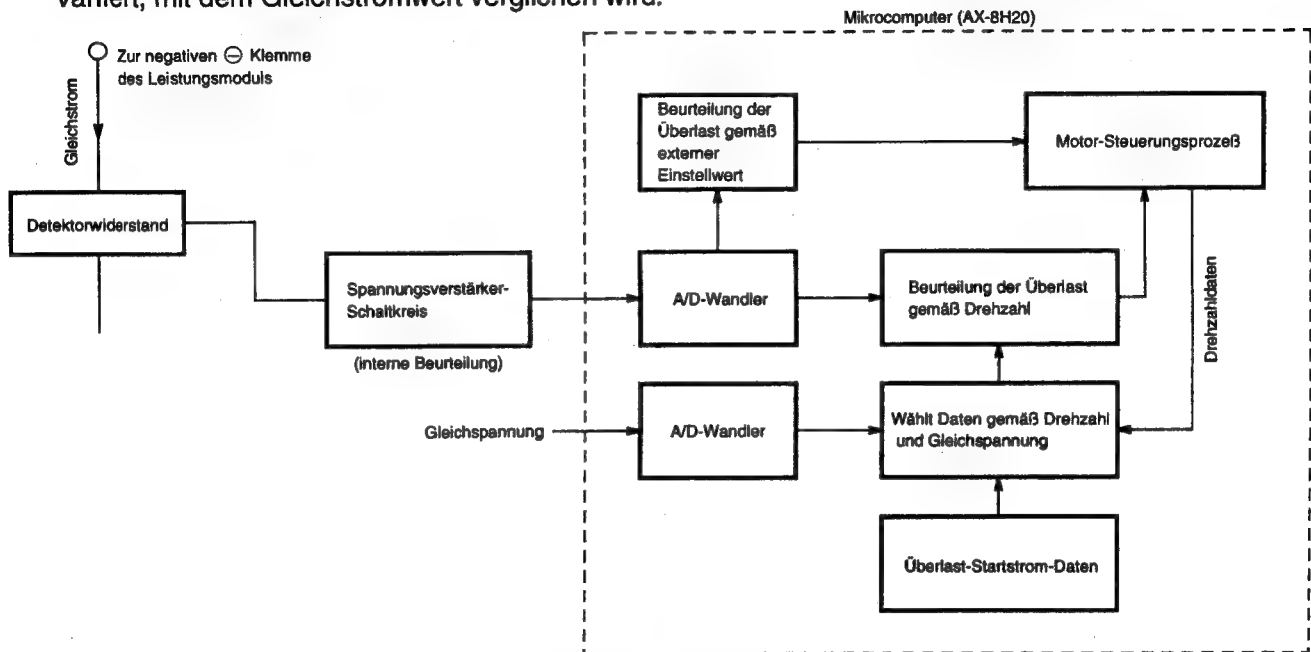

Abb. 9-4 Überlast-Steuersystem-Konfiguration
- Abb. 9-4 zeigt die Überlast-Steuersystem-Konfiguration und Abb. 9-5 ist ein Diagramm der Überlast-Beurteilungswerte. Es gibt zwei Beurteilungsmethoden - die externe Beurteilung, bei der ein externer Einstellwert mit dem Gleichstromwert verglichen wird (unabhängig von der Drehzahl), und die interne Beurteilung, bei der ein Einstellwert, der gemäß in der Mikrocomputer-Software programmierter Drehzahl variiert, mit dem Gleichstromwert verglichen wird.